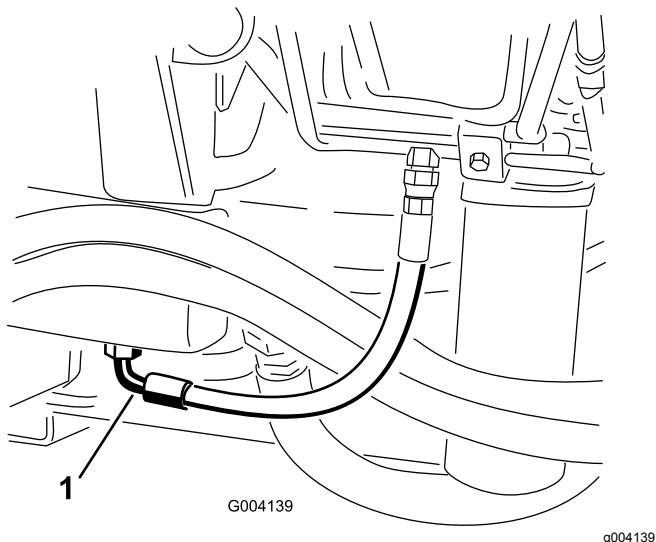

Figura 89
2. Collocate una bacinella di grandi dimensioni sotto il raccordo previsto sulla base del serbatoio del fluido idraulico (Figura 89).